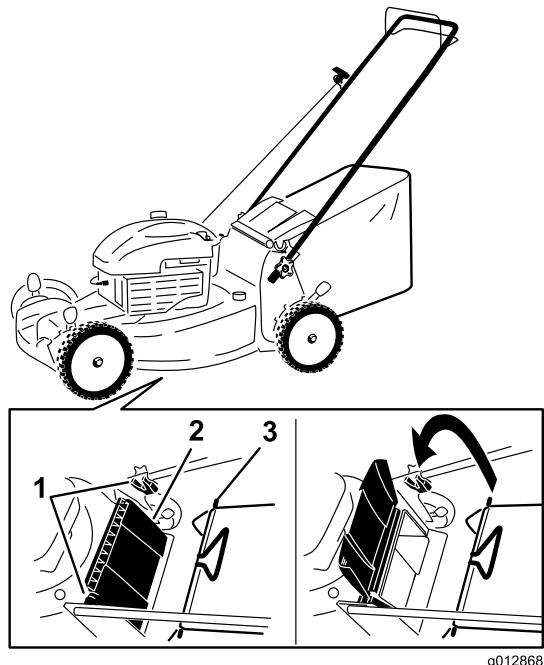

Figura 13
1. Levante y sujeté el deflector trasero (Figura 13).
2. Instale la bolsa de recortes, asegurándose de que los pasadores de la bolsa descansan en las muescas del manillar (Figura 13).